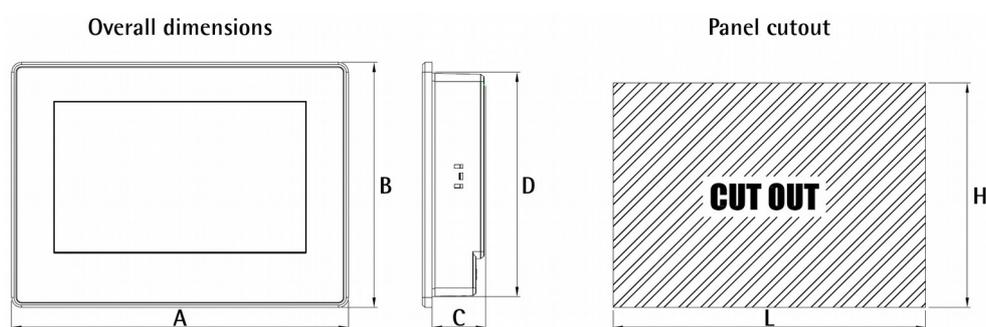

Figura 1 - Lay-out LDT10
3.1 Dimensioni di ingombro (Figura 1)
Per fissare il touch panel ricavare un foro nel supporto di installazione delle dimensioni L x H indicate in Figura 1 e nella tabella sopra, assicurarsi che non siano presenti bave sul profilo metallico del supporto; quindi inserire il pannello senza le clip di fissaggio.